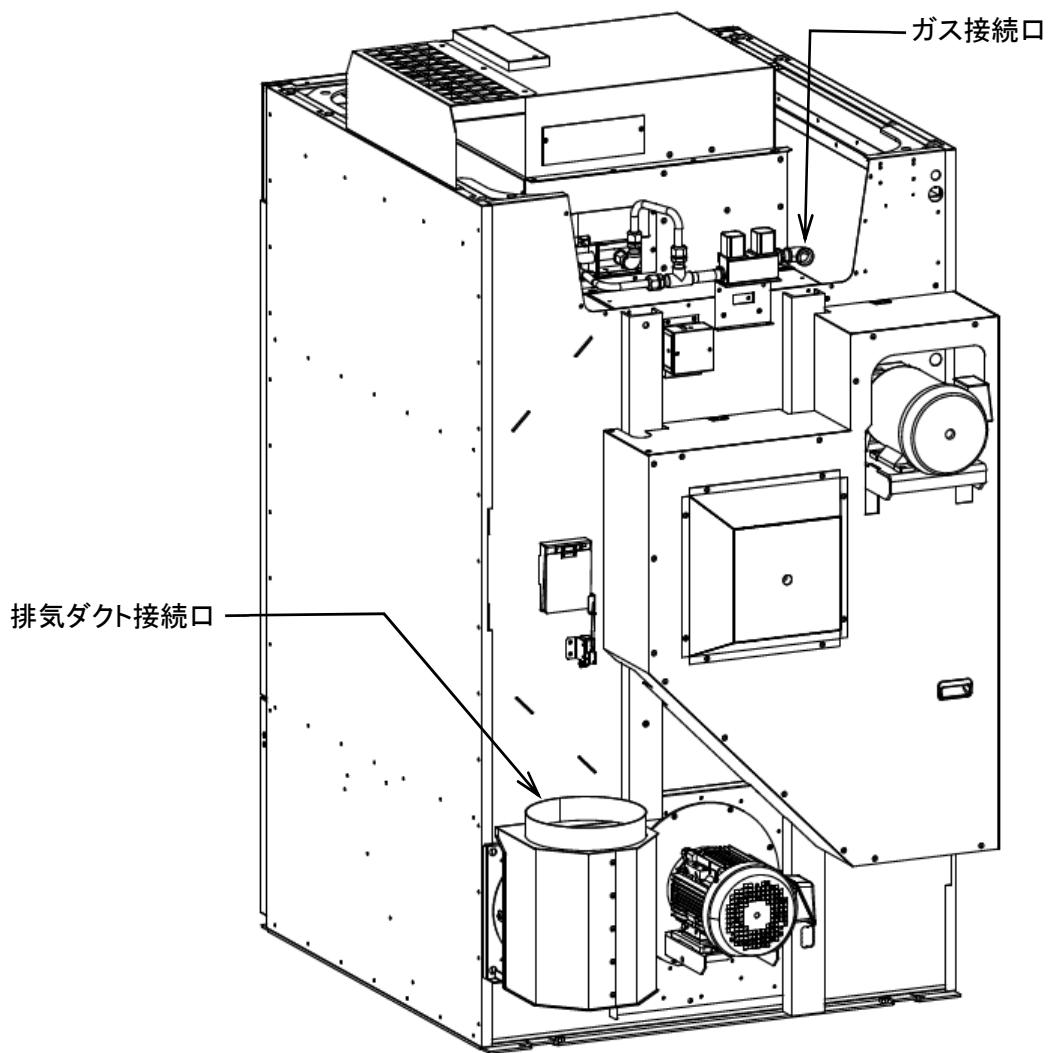

図 5-1
- ガス配管接続口に配管を接続します。(図 5-1)
- 排気ダクト接続口にダクトを接続します。外形は $\phi 248\text{mm}$ です。(図 5-1)